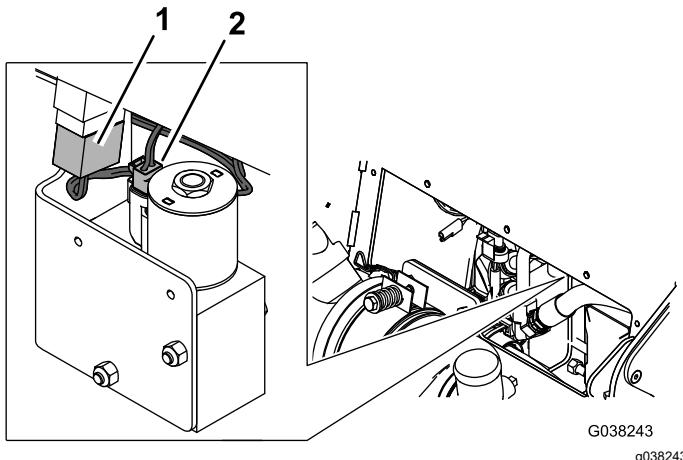

Figure 30
4. Branchez le faisceau du kit à l'interrupteur et à la vanne à faible débit (Figure 30).